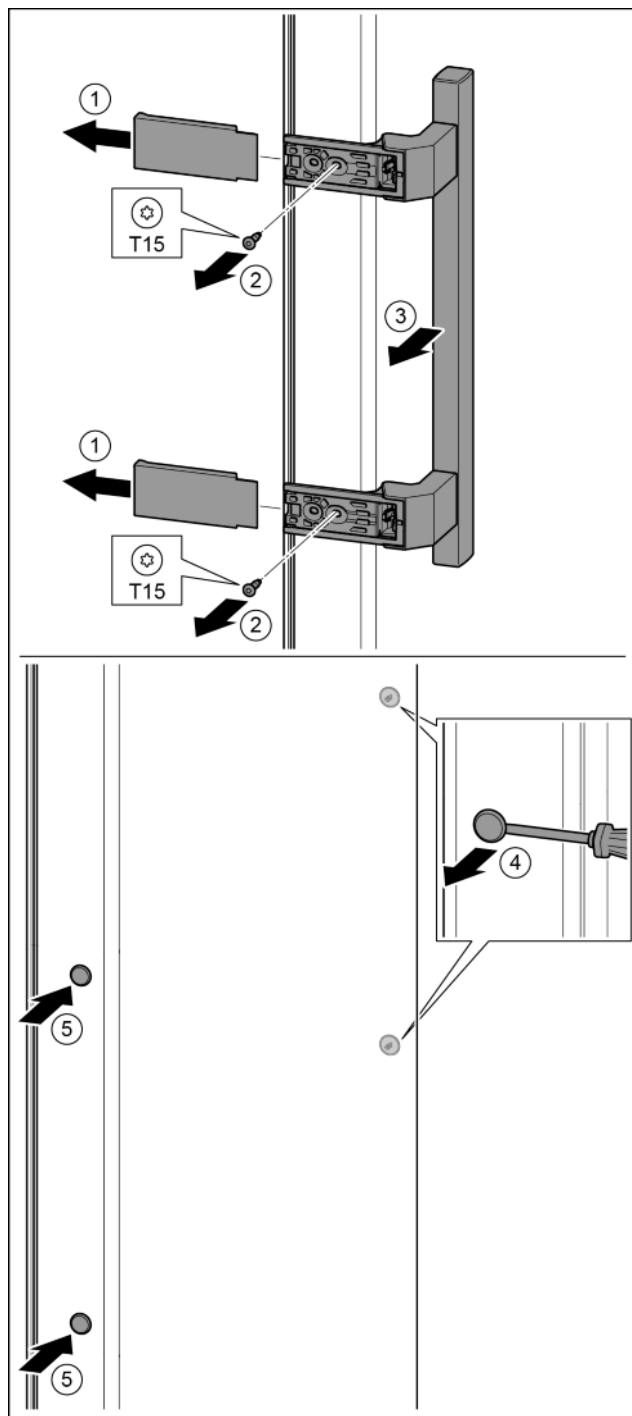

Fig. 17
- Retirer le cache. Fig. 17 (1)
- Desserrer les vis avec un tournevis T15. Fig. 17 (2)
- Déposer la poignée. Fig. 17 (3)
- Soulever délicatement le bouchon latéral avec un tournevis plat et le sortir. Fig. 17 (4)
- Remettre en place le bouchon de l'autre côté. Fig. 17 (5)